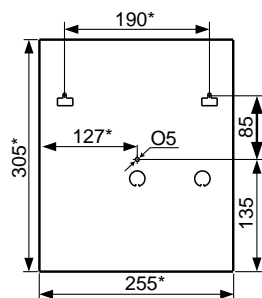

Рисунок 1
2.2.2 Закрепить РИП на стене в удобном месте. Габаритно-установочные размеры указаны на рис. 1.